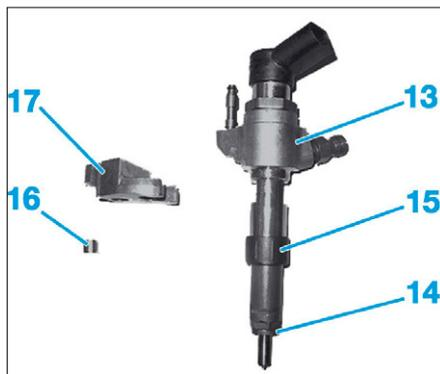

FIG. 51
- Désolidariser des injecteurs (13) la rondelle (14), le fourreau (15) et le grain d'appui (16) (Fig.51).
- Remplacer systématiquement, la rondelle (14), le fourreau (15), le grain d'appui (16) et les canalisations haute pression (Fig.51)